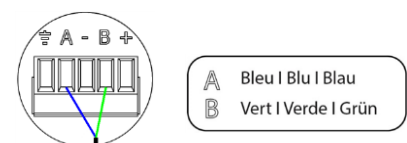

Fig. 37
②. Fissare i cavi con le viti del morsetto rispettando il codice dei colori (Fig. 37).